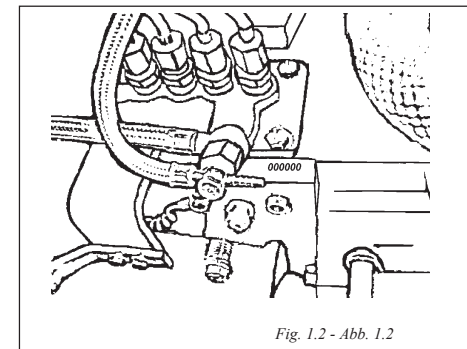

Fig. 1.2 - Abb. 1.2
- Motorens serienummer ( se fig. 1.2 )
-Märkningar stansade på motorn visar serienumret (se bild 1.2)
- Stempelung auf dem Motor, mit allen Zulassungsdaten (siehe Abb. 1.2)